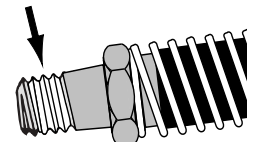

Figuur 3
1. Zie figuur 3. Verwijder de pijpplug uit het ontvangende deel van de $\frac{3}{8}$ inch NPTF hydraulische wartelverbinding (A) en sluit het ingaande uiteinde van een $\frac{3}{8}$ inch NPTF hydraulische fitting aan. De fitting kan een "high-flow" koppeling, een slang of een adapter voor een meter zijn.